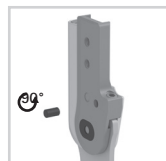

Fig. 19
- 7 Vri den slitte delen av gjengesikringsstiften med ca. 90° (fig. 19).